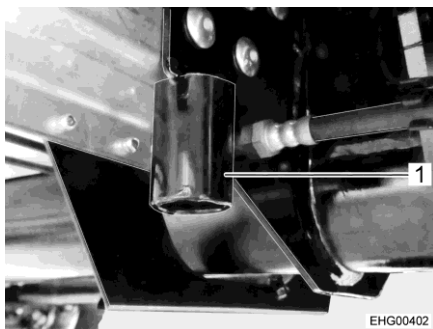

Bild 155 Aufnahme für Wagenheber
- ▷ Zum Ansetzen der Hebebühne die Aufnahmen für Wagenheber (Bild 155,1) unter dem Achsbock (vor dem Achsrohr) verwenden.